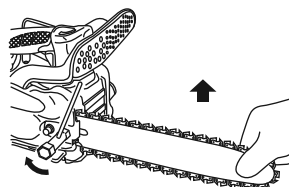

Fig. 6
8. Soulevez l'extrémité du guide-chaîne et, avec la clé universelle spéciale, serrez fermement les écrous de la bride du guide-chaîne. (Fig. 6)